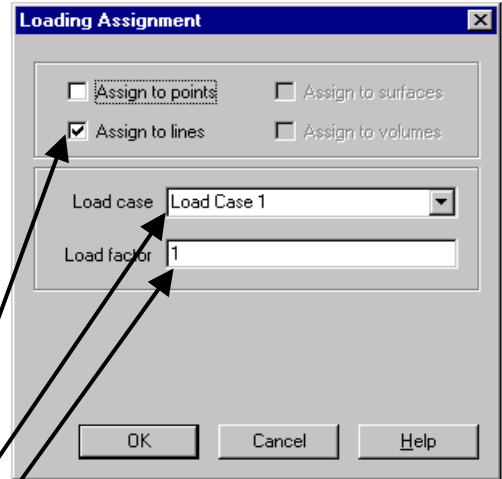

Fig. 38
- în caseta de dialog care va fi afișată pe ecran (fig. 38) vă asigurați că încărcarea este atribuită liniilor în cazul 1 de încărcare (**Loadcase 1**) și cu factorul **1** de multiplicare